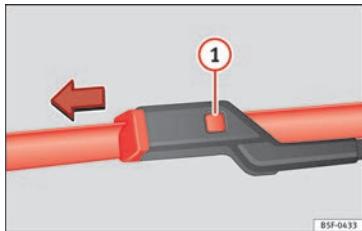

Fig. 200 Remplacement des balais d'essuie-glace.
- Laissez appuyée la touche de déverrouillage » fig. 200 ❶ et tirez ensuite légèrement sur le balai dans le sens indiqué par la flèche.